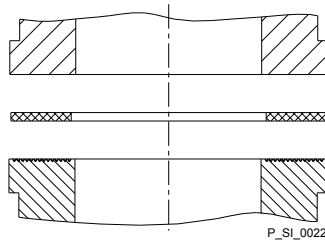

Fig. 15: Junta plana de elastómero con pieza de inserción no acanalada
- Si utiliza una pieza de inserción sin acanalado (por ejemplo, una pieza de otros fabricantes), utilice una junta plana de elastómero (véase Fig. 15).